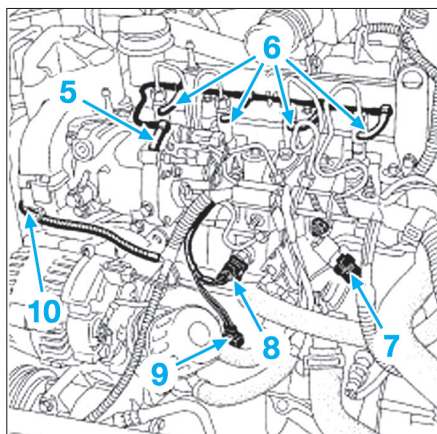

Fig. 40
- [1]. Support d'ancrage moteur à réglages multiples, avec sangles de maintien (Mot. 1453) (Fig.40).
- le tuyau de retour de gazole (5) sur le venturi monté sur la pompe haute pression (Fig.40),